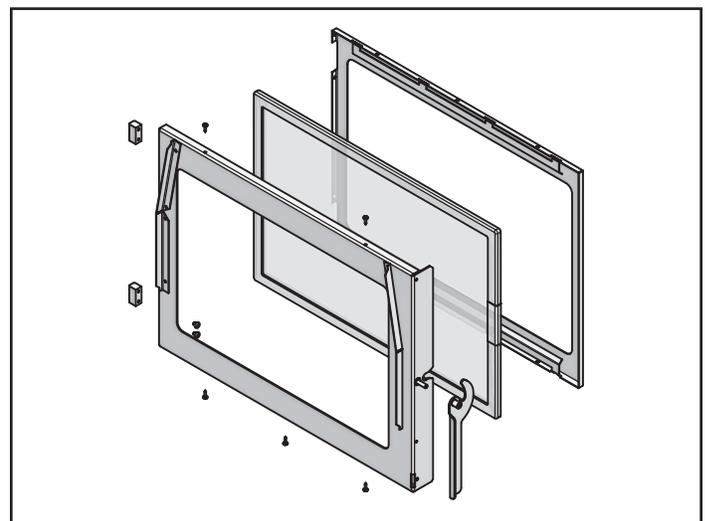

Figure 21.3
2. En utilisant un tournevis cruciforme, retirez les 4 vis; 2 en haut et 2 en bas. Retirez le support de métal, puis retirez la vitre (**Figure 21.3**).